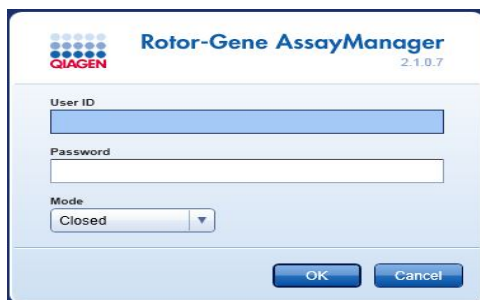

Figura 6. Pantalla de inicio de sesión de Rotor-Gene AssayManager.
13. Abra el software Rotor-Gene AssayManager haciendo clic en el icono: . Se abre la ventana de Rotor-Gene AssayManager (Figura 6).